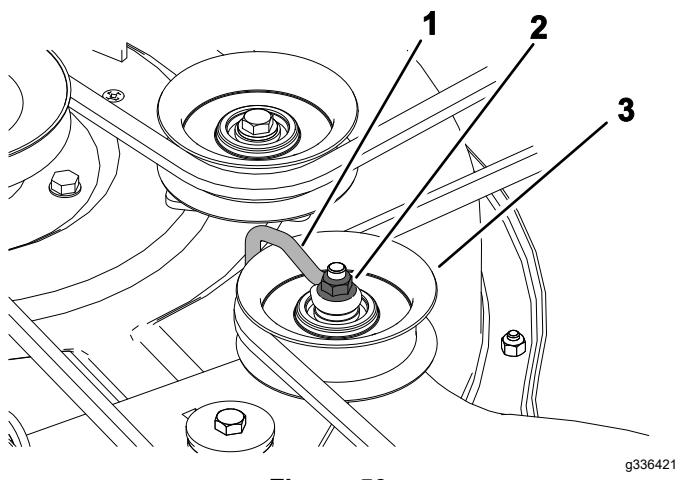

Figure 50
2. Vis (3)
5. Desserrez l'écrou qui fixe le fil métallique à la poulie de tension (Figure 50).
- Remarque:** Positionnez le fil métallique contre le bras de la poulie de tension, comme montré à la **Figure 50**.